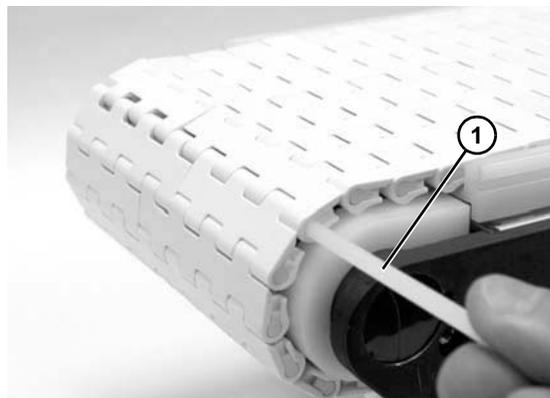

Figure 39
4. Connecter les deux parties de la bande en poussant la tige de raccordement en plastique (**Figure 39, élément 1**) dans le trou latéral de raccordement.